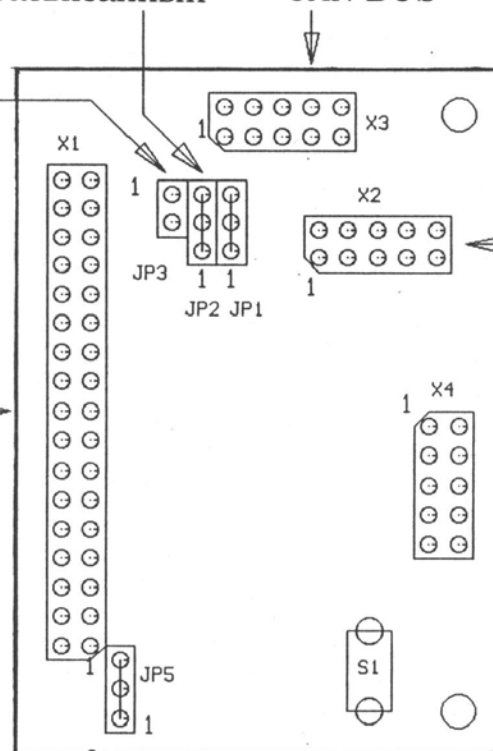
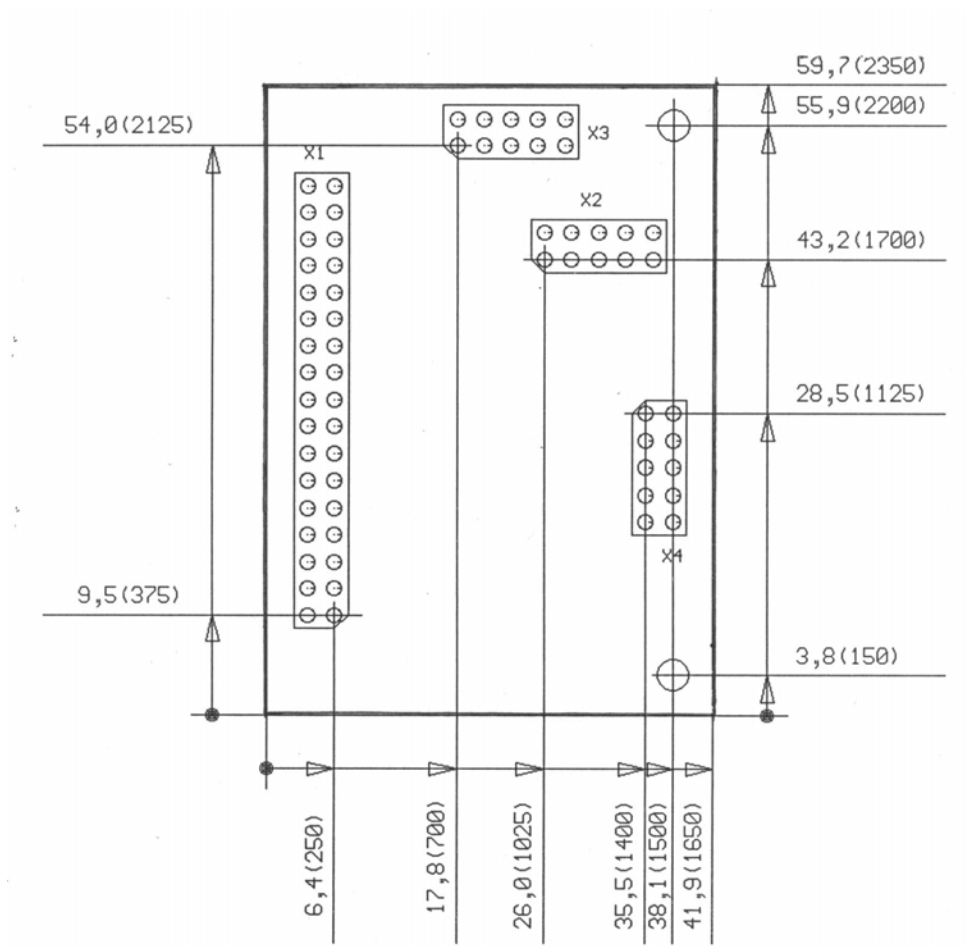

Рис.3
Рис.4
Схема расположения разъемов и их назначение приведена на рис.3 и рис.4.
4.1. Описание джамперов платы (см.рис.3)
4.2. Описание разъемов платы (см.рис.3)